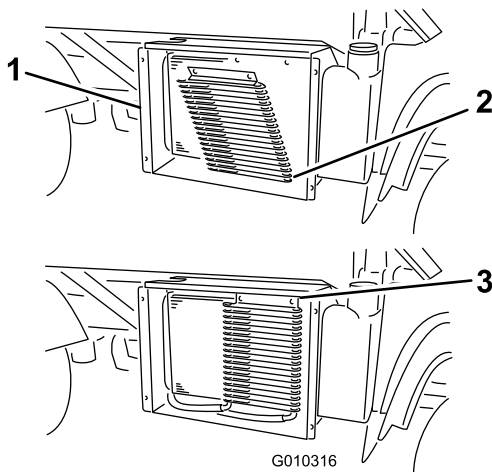

図 32
4. ラッチを外し、オイルクーラを装備している場合にはそれを倒してラジエーターから遠ざける 図 32。